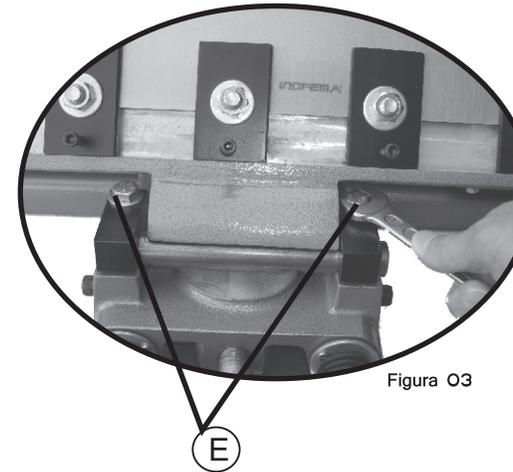
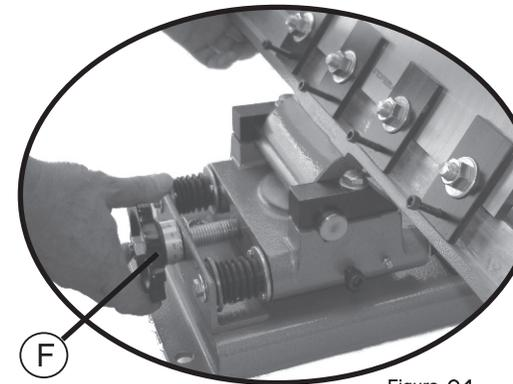

Figura 03
Figura 04
Depois de ter colocado a faca no suporte é necessário acertar o grau da faca, que não deve passar de 42°. O ideal é de 40 à 42°, pois se passar do grau, a madeira pega nas costas da faca e não dá corte. Para acertar o grau da faca utilize o rebolo como referência, solte os parafusos (E) (*figura 03*) e incline o suporte da faca em direção ao rebolo, avance com a roldana (F) para fazer o ajuste. Conforme a *figura 04*. Em seguida proceda ao aperto dos parafusos.